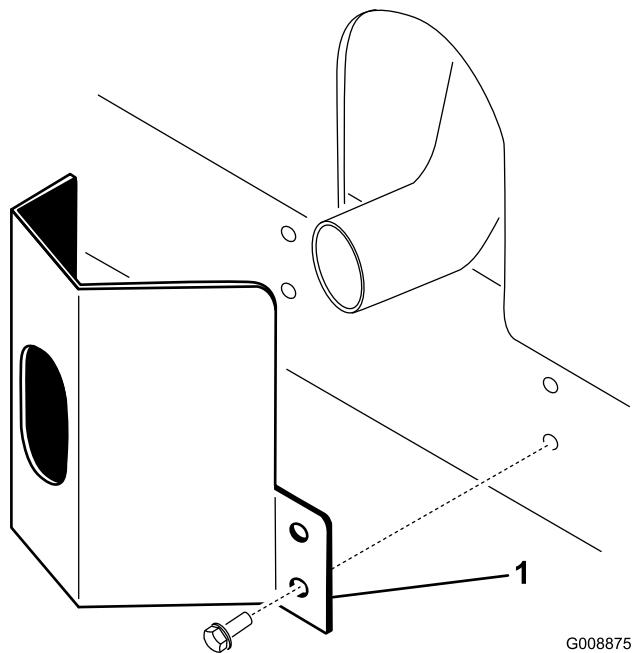

Figura 11
- Collocate la protezione della marmitta attorno al silenziatore, allineando contemporaneamente i fori di fissaggio con i fori nel telaio (Figura 11).
- Fissate la protezione della marmitta sul telaio con quattro viti autofilettanti (Figura 11).